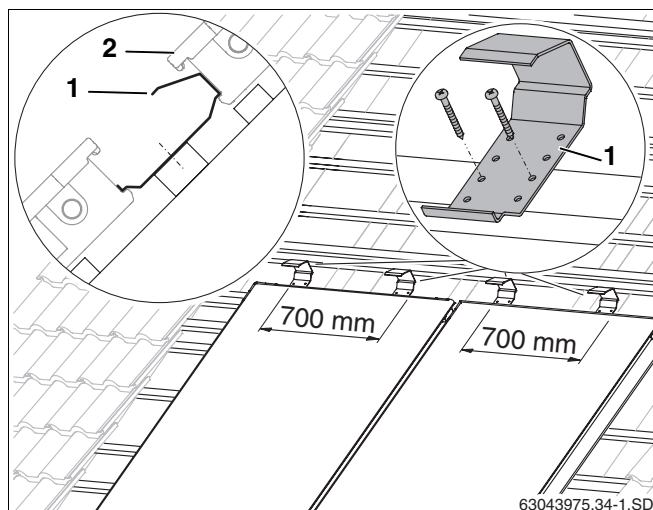

Рис. 30 Крепления от сползания для второго ряда коллекторов
- Установить два крепления от сползания (рис. 30, **поз. 1**) на коллектор в середине (с расстоянием 700 мм между ними) над нижним коллектором на четвертой дополнительной рейке нижнего ряда и закрепить двумя саморезами 4×40.
- Коллектор верхнего ряда устанавливается (рис. 30, **поз. 2**) в крепления от сползания, затем нужно выровнять его по нижнему ряду.